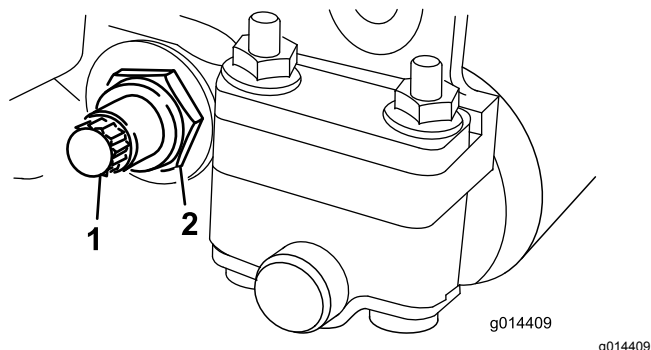

Рисунок 20
3. С каждой стороны машины ослабьте контргайку, которая фиксирует болт планки неподвижного ножа (Рисунок 20).
4. Выверните все болты планки неподвижного ножа, чтобы отвести планку вниз и снять ее с болта машины (Рисунок 20).